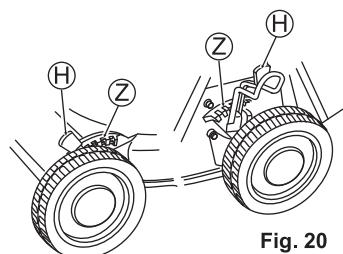

Fig. 20
- Poussez le levier de réglage de la hauteur de coupe (H) vers le côté de la roue, afin de le séparer des dentures (Z). (Voir Figs. 20 et 21)